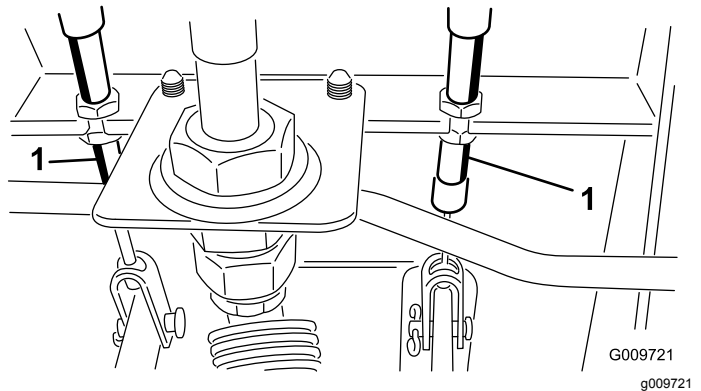

Figura 58
- A. Afloje la tuerca delantera del extremo roscado del cable de freno (Figura 58).